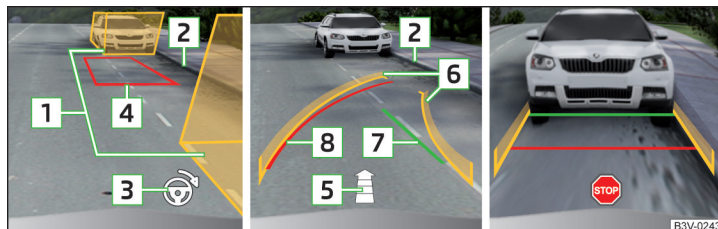

Abb. 284 Bildschirmanzeige
- › Das Fahrzeug so anhalten, dass sich kein Hindernis in der Lücke zwischen den Hilfsboxen **1** » Abb. 284 befindet und die hintere Box nicht über die seitliche Begrenzung der Parklücke (z. B. Bordstein) **2** hinausreicht.